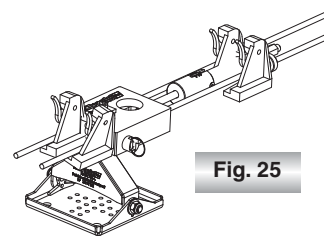

Fig. 25
6) Colocar los otros dos sujetadores en los cables, en contacto con la cara interna de la placa de apoyo de la herramienta, como está indicado en la Fig. 25 (verificar el sentido de colocación: la parte plana del sujetador debe apoyarse en la placa de apoyo).